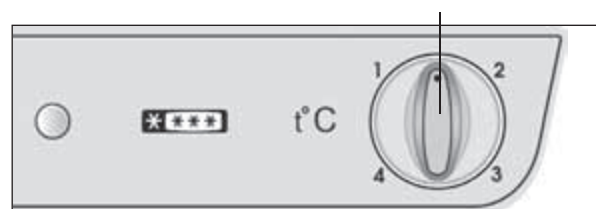

Figura 3 — Reglarea temperaturii
**1.4** Elementul de reglare a temperaturii din frigider, în conformitate cu Figura 3 este butonul de reglare a temperaturii, care se află deasupra CF. Butonul se rotește în sensul acelor de ceasornic sau în sensul contrar al acestora și se fixează cu indicatorul la diviziunea dorită. Diviziunea "1" corespunde celei mai joase setări de temperatură (răcire minimă) în camera frigorifică, diviziunea "4" — celei mai înalte setări de temperatură (răcire maximă).
Deschideți ușa CF. La prima conectare este recomandat să fixați indicatorul butonului la diviziunea "2" sau "3" în conformitate cu Figura 3. Închideți ușa CF.